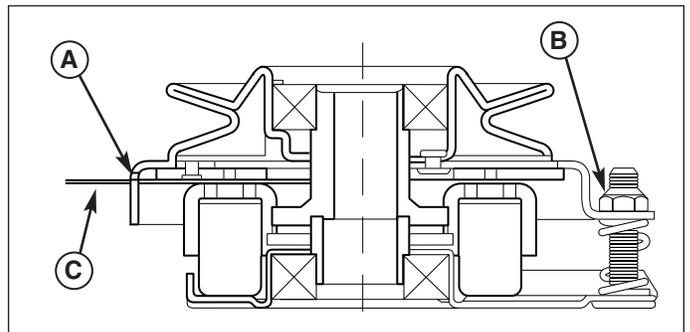

Figure 24. Réglage de l'embrayage de la PDF
3. Insérer une jauge d'épaisseur de 2,5 - 4,0 mm (C) dans chaque orifice en plaçant la jauge entre la face du rotor et la face de l'induit (figure 24).